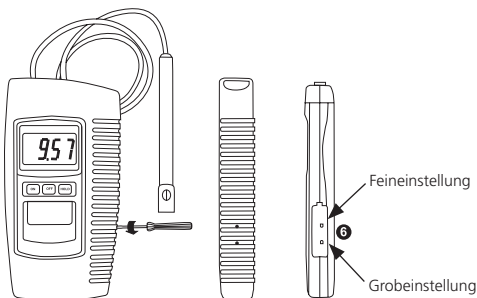

Abbildung 2
Messwert mit den Justierschrauben (Abbildung 2, ⑥) auf den Sollwert der Justierlösung (8,00 Masse-%) einstellen.